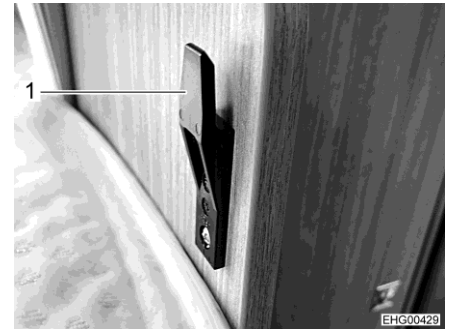

Fig. 189 Supporto per protezione anticaduta (fondo)
- Collocare la protezione anticaduta in fondo al letto nel supporto (Fig. 189,1).